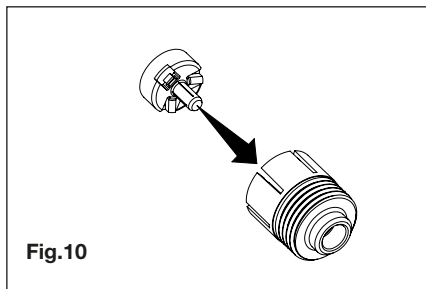

Fig.10
- Inserte la lengüeta transparente en el interior del casquillo a presión (Fig.10);